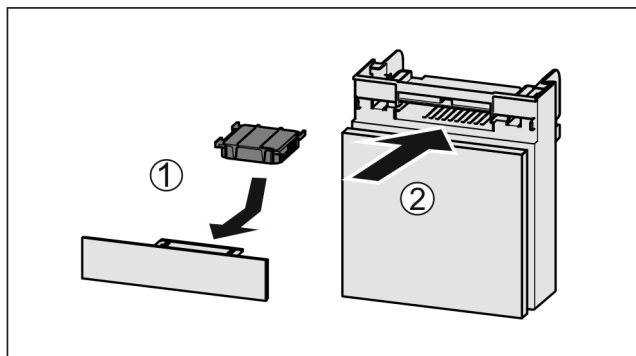

Fig. 173
- ▶ Sätt in Fig. 173 (1) aktivtkolfiltret enligt bilden.
- ▶ Skjut in Fig. 173 (2) lådan.